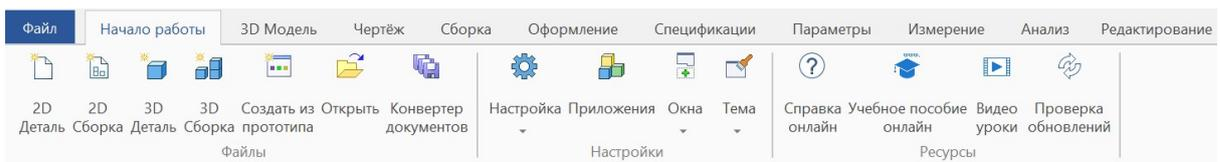

Рис. 7
- нажать кнопку **Деталь** на вкладке «ленты» **Начало работы** (рис. 7),
- **Начало работы** (см. рис. 7) – эта панель имеется только на «стартовой» вкладке **Приветствие** и содержит набор кнопок для создания различных объектов (деталей, сборок и пр.), настройки параметров работы приложения и т.д.;